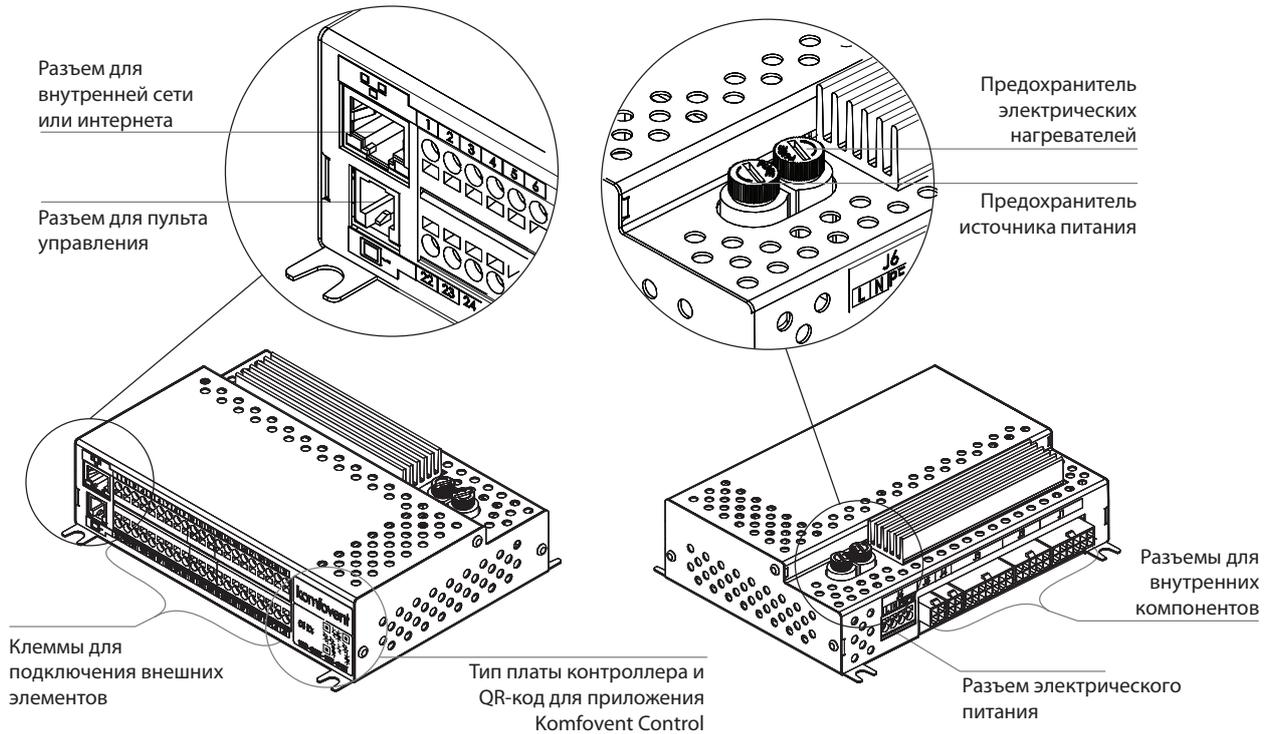

Рис. 12. Главная плата контроллера С6М
- Изображенная здесь нумерация клемм подходит только для платы контроллера С6М. Прежде чем подключать внешние элементы, проверьте тип платы, указанный на наклейке на передней части контроллера (см. рис. 12).
Рекомендуется прокладывать провод пульта таким образом, чтобы рядом с ним не было электрических питающих проводов или более мощного электрического оборудования (вводного электрического шкафа, электрического водонагревательного котла, блока кондиционера воздуха и т. д.). Провод можно продеть через полости на спинке или в нижней части пульта (руководствуйтесь инструкцией по монтажу, прилагаемой к пульту). Провод пульта к плате контроллера С6М подсоединяется при помощи предназначенного для этого гнезда (разъем RJ9; см. рис. 12) или к клеммам для подключения внешних элементов.
Установкой можно управлять не только при помощи пульта управления, но и при помощи компьютера или смартфона. В таких случаях вентиляционную установку следует подключить к внутренней компьютерной сети или к интернету. При помощи компьютера установкой можно управлять через веб-браузер, а при помощи смартфона – через приложение Komfovent Home или Komfovent Control. К компьютерной сети вентиляционная установка подключается при помощи кабеля типа CAT5 (разъем RJ45; см. рис. 12). Общая длина кабеля между установкой и сетевым маршрутизатором не должна превышать 100 м.
- Самый простой способ управления установкой по интернету – при помощи смартфона с использованием приложения Komfovent Control. Запустите приложение в телефоне (в нем должен быть доступ к интернету). При первом соединении приложение запросит сканирование QR-кода в передней части платы контроллера (см. рис. 12). После сканирования кода будет автоматически настроена связь с установкой (более подробную информацию о приложении Komfovent Control можно найти в «Руководстве пользователя Domekt»).